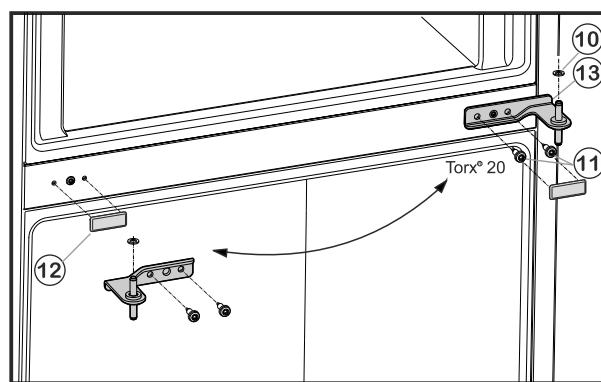

Fig. 6
- Викрутіть гвинти кріплення Fig. 6 (11) (2 шт. Torx® 20) та вийміть середній кронштейн з нижніх дверцят.
- Зніміть пластикову шайбу Fig. 6 (10).
- Обережно зніміть кришку Fig. 6 (12).
- Встановіть кришку Fig. 6 (12) на протилежному боці.
- Вставте середній опорний кронштейн Fig. 6 (13) повернувши його на 180°, у нижні дверцята і прикрутіть за допомогою гвинтів кріплення Fig. 6 (11) (2 шт. Torx® 20) до нового боку шарніра **(з моментом 4 Нм)**.
- Знову встановіть пластикову шайбу Fig. 6 (10).
- Встановіть верхні дверцята на середній опорний кронштейн Fig. 6 (13).